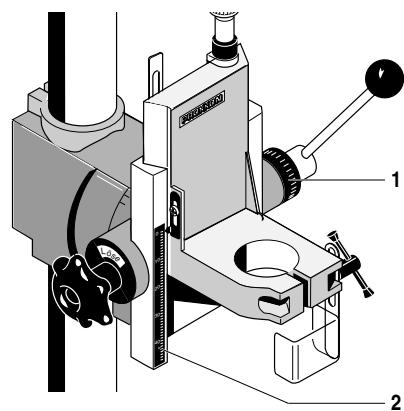

Fig. 5
Имеются две возможности для считывания фактического значения глубины сверления или фрезерования. Первая возможность обеспечивается за счет юстируемой вертикальной шкалы **2** (рис. 5), а вторая возможность – за счет шкалы с быстрой регулировкой **1** на рычаге.
2. Либо: определить значение по шкале **2** (рис. 5). К этому значению прибавить величину требуемой глубины сверления или фрезерования.
3. Сверло или фрезу опускать в обрабатываемое изделие, либо пока на шкале **2** (рис. 5) не покажется рассчитанное значение, либо определить глубину сверления или фрезерования по шкале **1**.